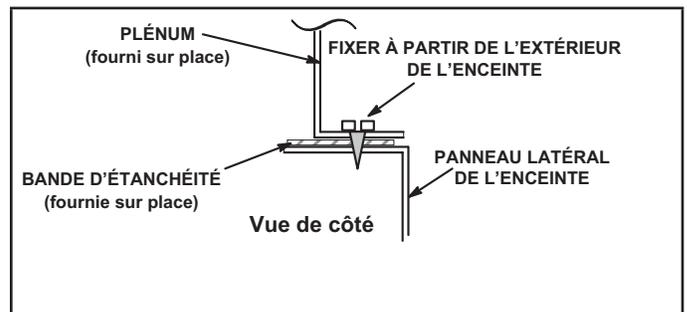

**FIGURE 16**
**Installation sur une enceinte de climatisation « FIGURE 16 »**